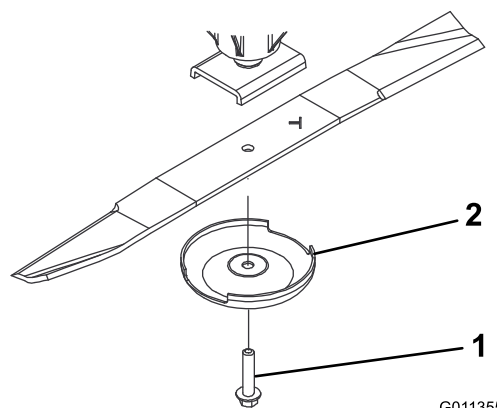

Figura 68
2. Afferrate l'estremità della lama con un cencio o un guanto bene imbottito. Togliete il bullone, la coppa antistrappo e la lama dall'asse del fusello (Figura 68).
3. Montate la lama con la costa rivolta verso il piatto di taglio, servendovi della coppa antistrappo e del bullone della lama (Figura 68) Serrate il bullone della lama a 115-149 Nm.